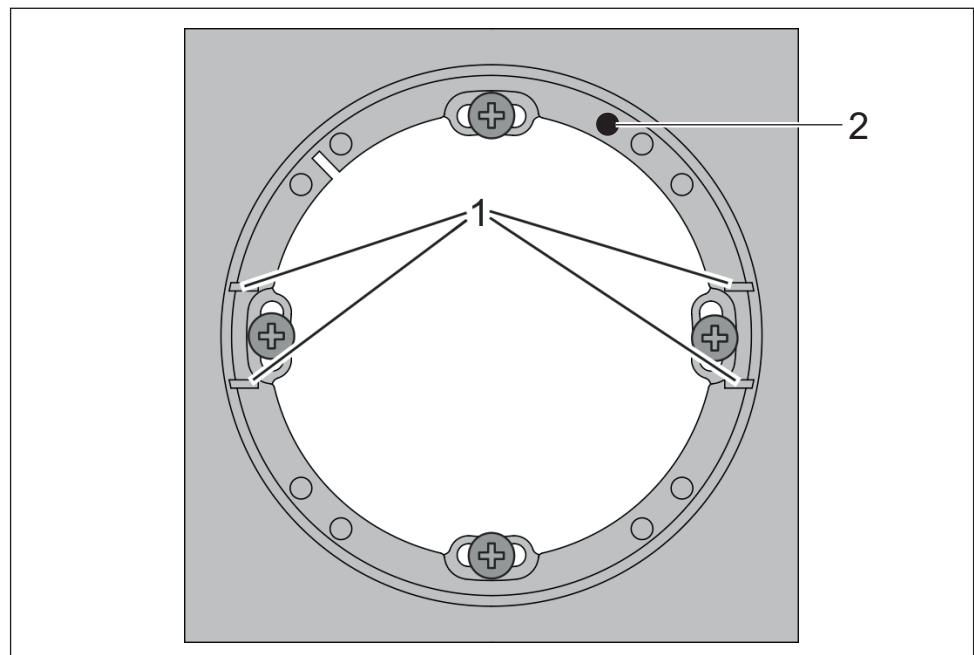

Abb. 12: Rahmen, Leser WRU 200
2. Rahmen des Lesers an der vorinstallierten Schalterdose anschrauben. Darauf achten, dass sich die Halteschienen für den Leser rechts und links (Abb. 12/1) und die schwarze Markierung (Abb. 12/2) oben befinden.